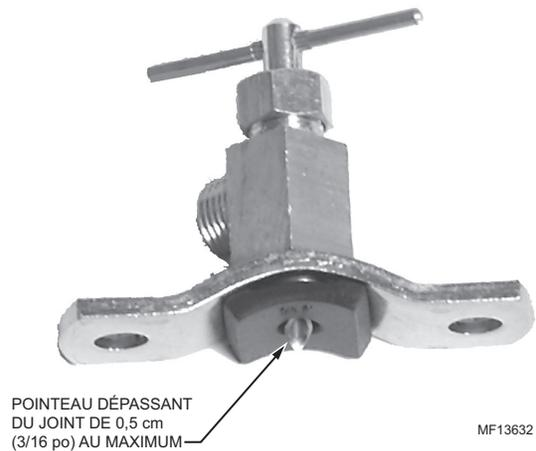

Fig. 34. Ajustement du robinet-vanne à étrier dans une installation sur un tuyau en acier.
3. Tourner la poignée jusqu'à ce que le pointeau sorte du joint d'au plus 0,5 cm (3/16 po). Voir la figure 34.